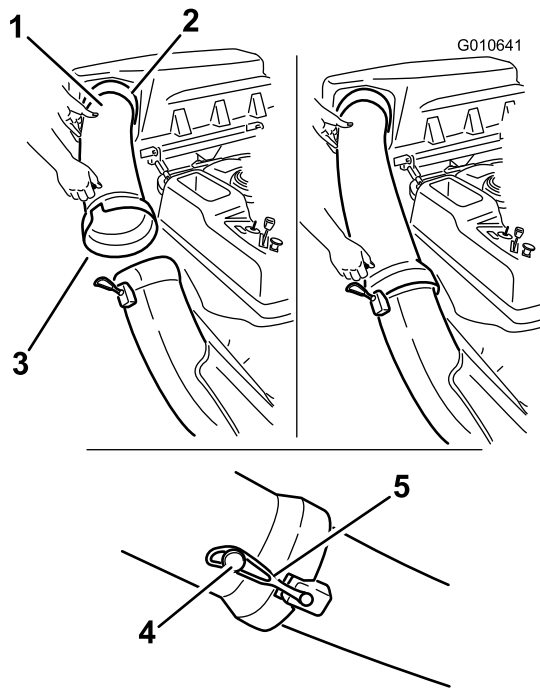

Bild 21
1. Schieben Sie das gekrümmte Ende des Auswurfrohrs in die Öffnung in der Abdeckung des Heckfangsystems (**Bild 21**).
2. Schieben Sie das breite Ende des Auswurfrohrs über das Ende des Auswurfkanals. Schieben Sie die Gummihalterung auf den Auswurfkanal, bis sie über dem Stift am Auswurfrohr einrastet, und der Auswurfkanal befestigt ist (Bild 21).